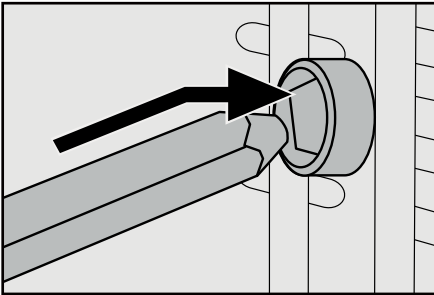

Fig. 1: Introducción del espetón **16** en el accionamiento **1**.
- Introduzca primero el extremo del espetón **16** sin muesca en el accionamiento **1** (fig. 1):